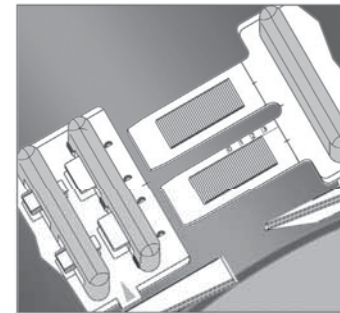

Fig. 4
4. Avvolgere la banda continua intorno al tubo ed inserire le linguette nel modulo libero in coda (**vedi Fig. 4**).
Wrap the spacer around the carrier pipe and insert the spline of the the last module, making the ring, into the back of the first module (see Fig. 4).